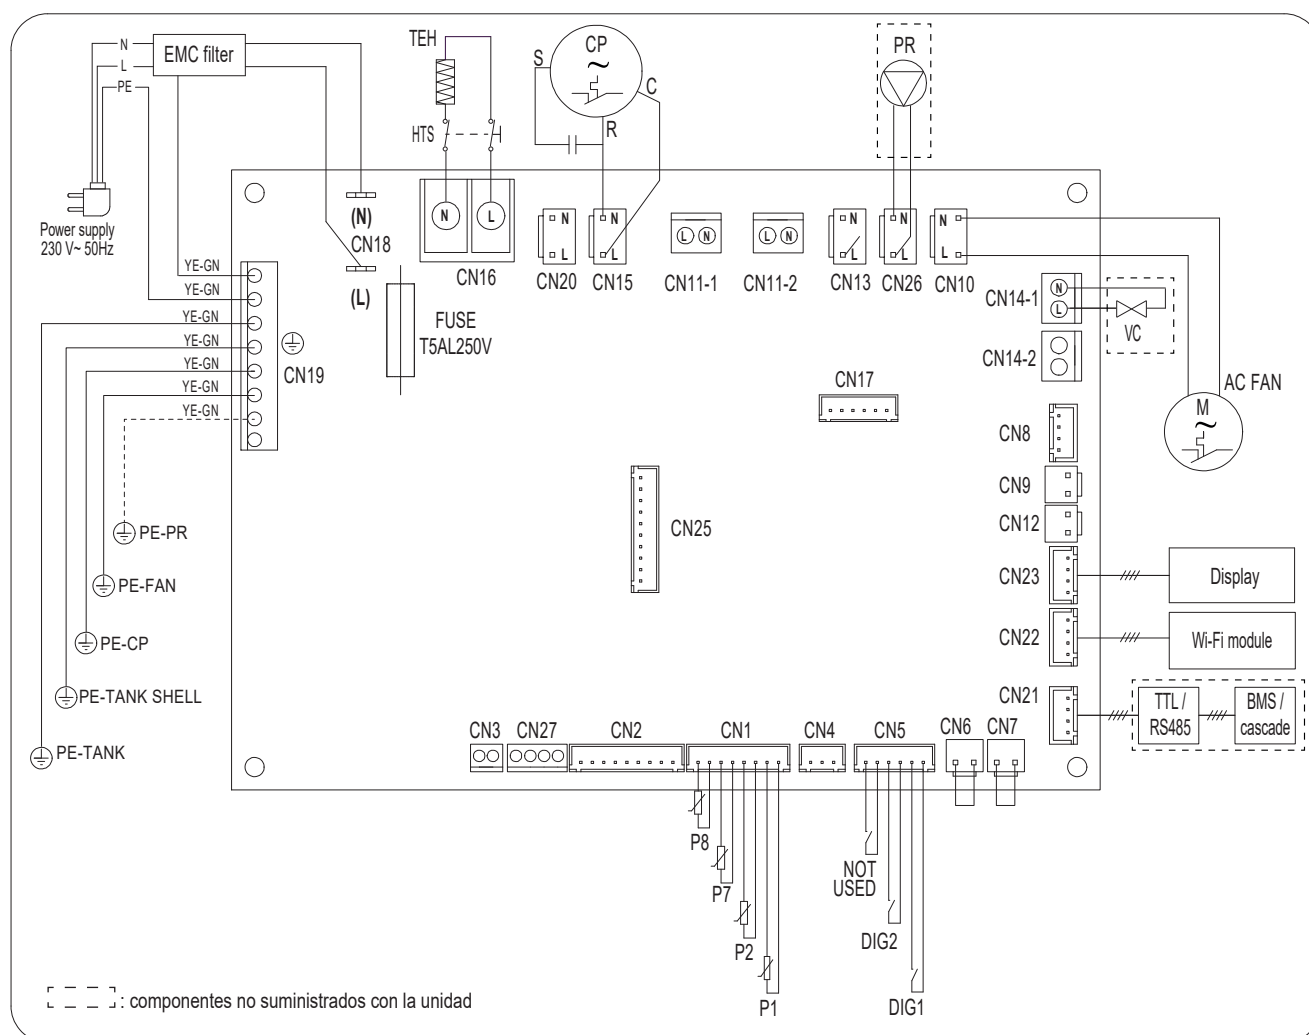

fig. 69 - Esquema eléctrico del aparato
- 1) La bomba de recirculación (part. 16) debe conectarse al terminal CN26 de la placa MASTER (ref. “fig. 69 - Esquema eléctrico del aparato” a pagina 118).
- 2) Montar una electroválvula normalmente abierta (part. 19) para cada unidad de la cascada. La válvula debe conectarse al terminal CN14-1 (ref. “fig. 69 - Esquema eléctrico del aparato” a pagina 118) de la placa base de cada equipo.
- 1) La bomba de recirculación (part. 16) debe conectarse al terminal CN26 de la placa MASTER (ref. "fig. 69 - Esquema eléctrico del aparato" a pagina 118).
- 2) Montar una electroválvula normalmente abierta (part. 19) para cada unidad de la cascada. La válvula debe conectarse al terminal CN14-1 (ref. "fig. 69 - Esquema eléctrico del aparato" a pagina 118) de la placa base de cada equipo.